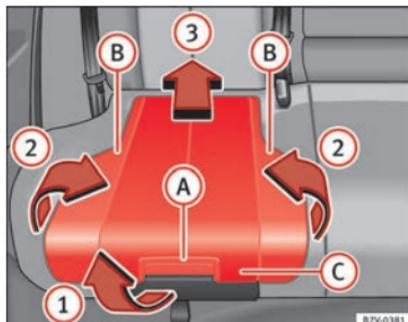

Fig. 93 Cadeira de criança integrada: levantar a almofada.
- Puxe a almofada para a frente através do manípulo de desbloqueio » Fig. 93 A na direção da seta » Fig. 93 1.
- Submeta para cima ambos os lados » Fig. 93 B, no sentido da seta » Fig. 93 2.
- Empurre para trás a almofada » Fig. 93 C na direção da seta » Fig. 93 3 até que encaixe.